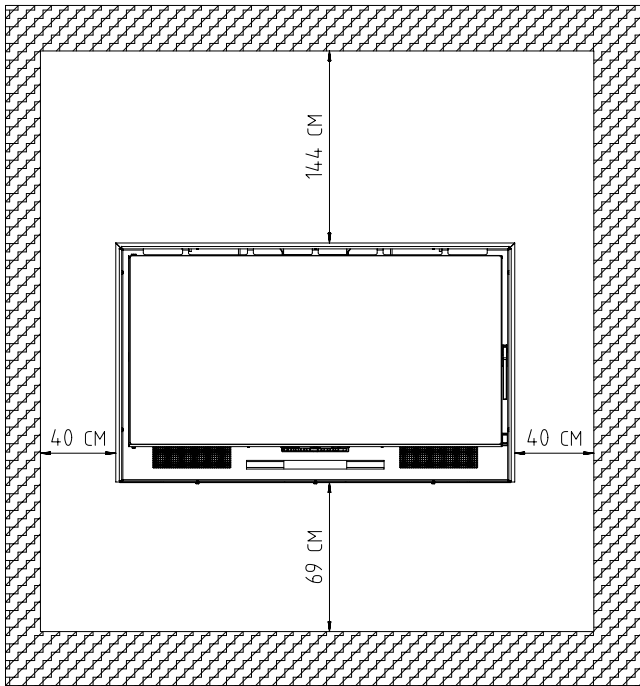

FIG. 14 - Distanze di sicurezza
- Mantenere qualsiasi materiale combustibile (mobili, tende, capi di vestiario, ecc.) ad una distanza minima di sicurezza di 0,90 m. Le distanze minime di sicurezza secondo le raccomandazioni realizzate dall'organismo ufficiale in accordo alla norma UNE-EN 13229: 2001 si trovano nella Fig. 14